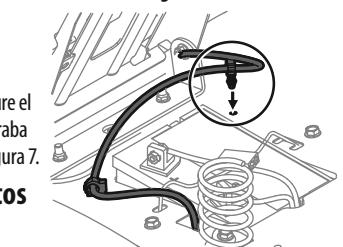

Figura 7
- Usando la traba del mazo unida al mazo, asegure el exceso de cable al guardabarros colocando la traba del mazo en su lugar como se muestra en la Figura 7.